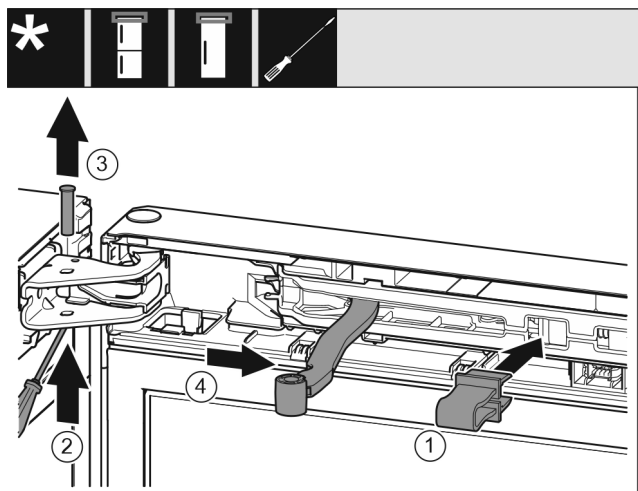

Fig. 11
- ▶ Sicherung *Fig. 11 (1)* in Öffnung einrasten.
- ▶ Bolzen *Fig. 11 (2)* herauschieben.
- ▶ Bolzen *Fig. 11 (3)* nach oben herausnehmen.
- ▶ Gelenk *Fig. 11 (4)* in Richtung Tür drehen.